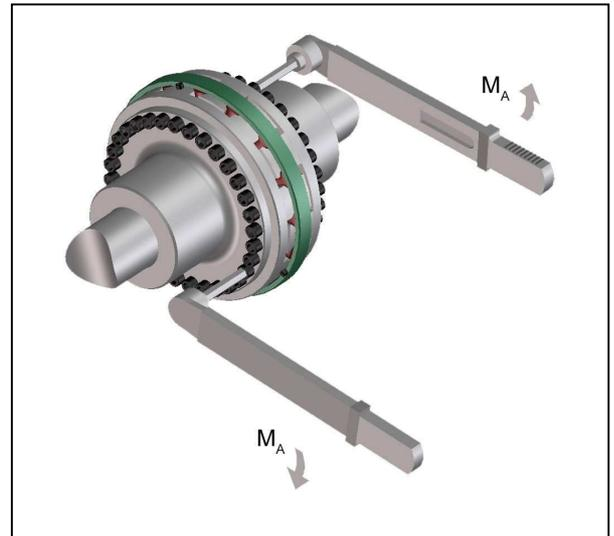

Bild 13
- Ziehen Sie die Schrauben mit dem in Tabelle 10 vorgeschriebenen Anzugsdrehmoment  $M_A$  fest (Bild 13).